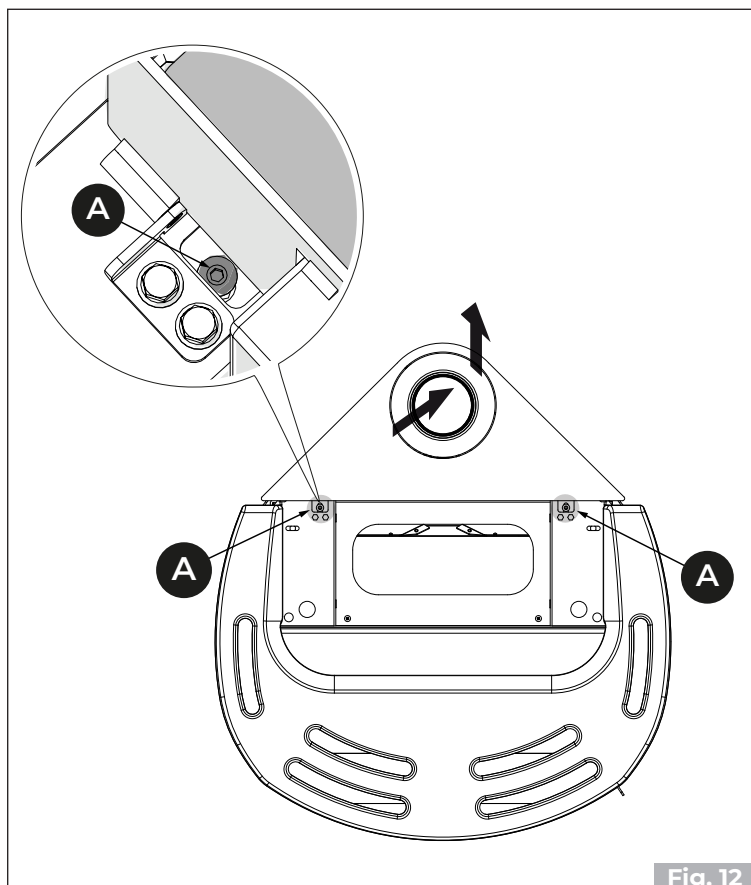

Fig. 12
- Desserrez les vis **(A)** et retirez le plan **(B)** . **(Fig. 12)**